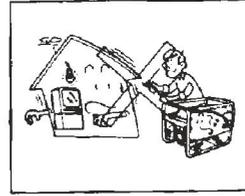

Fig.3
3. No lo conecte al circuito de la red eléctrica (fig. 3)